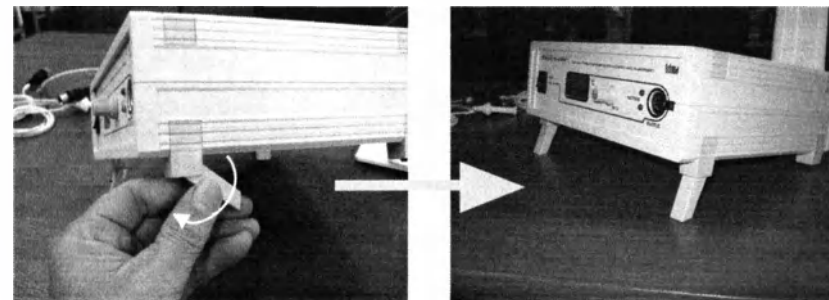

Рис.2. Установка электронного блока в наклонное положение
Конструктивно электронный блок выполнен в виде пластмассового корпуса, имеющего откидные передние ножки, позволяющие придать блоку наклонное положение для более удобного наблюдения за цифровым температурным табло и индикаторами (Рис.2).
6.1. Установить приставку рядом с аппаратом АМУС-01-"ИНТРАМАГ" или сверху на него, как показано на Рис. 2.